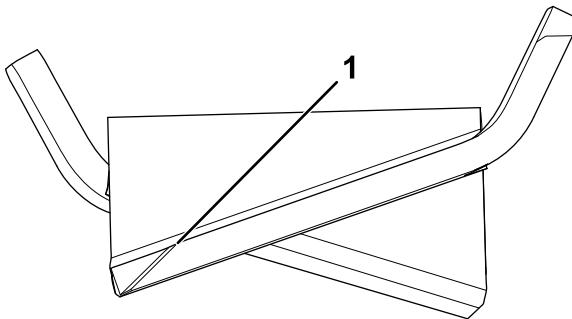

Рисунок 106
1. Заточите напильником или инструментом для заточки режущую кромку на обоих концах ножа (Рисунок 106).
**Примечание:** Если нож не сбалансирован, удалите некоторое количество металла с тяжелого конца ножа только в изогнутой части (Рисунок 106).